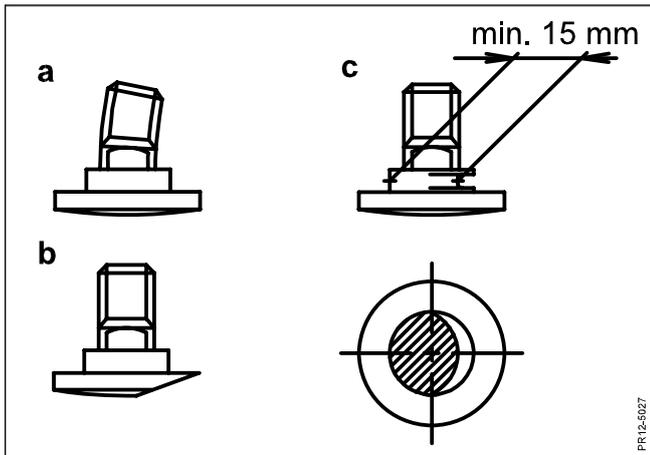

Fig. 5-6
- Fig. 5-6 Les boulons de couteaux doivent être remplacés si: